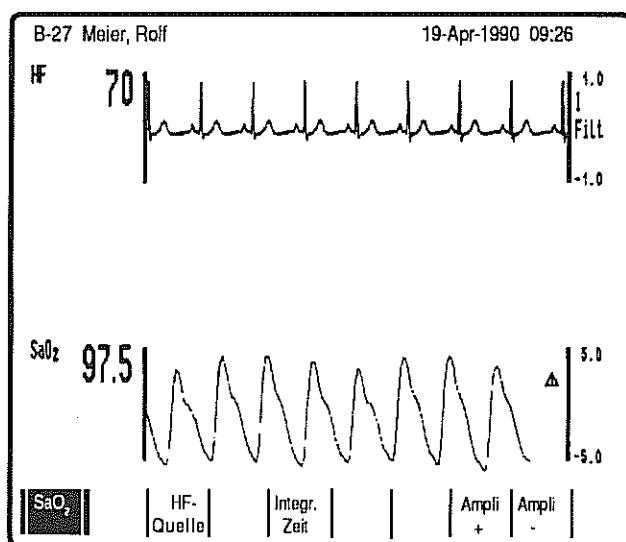

Bild 13
- * Rufen Sie das Signalbild mit der Taste SaO₂ am Modul oder mit der Taste Set up am Monitor auf (Bild 13).